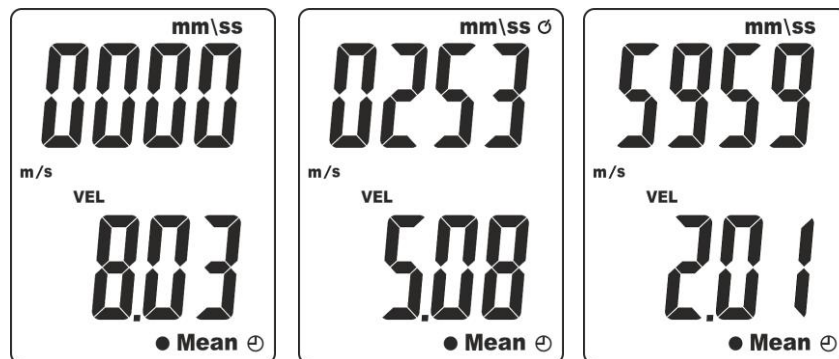

Fig. 9: Valeur moyenne de la vitesse calculée dans le temps
5. Presser longuement (>2s) la touche **MEAN**. Les symboles "Mean" et "⊕" et la vitesse de l'air sont respectivement affichés dans la partie basse de l'écran et sur l'écran secondaire tandis que les symboles "0000" et "mm/ss" (Temporisateur exprimé en minutes/secondes) sont affichés dans l'écran principal (voir Fig. 9 – partie gauche)
6. Appuyer sur la touche **ENT** pour activer le temps de mesure (Echelle: **1s ÷ 59min, 59sec**) indiqué sur l'écran principal tandis que la vitesse de l'air est toujours en exécution (voir Fig. 9 – partie centrale renvoyant à un temps de mesure de 2min et 53s)
8. Appuyer sur la touche **MEAN** pour terminer la mesure. Les symboles "Mean" et "⊕" clignotent à l'écran et la valeur de la moyenne arithmétique calculé sur la durée mesurée sur les valeurs enregistrées avec un intervalle d'échantillonnage fixe de 1s est affichée sur l'écran secondaire (voir Fig. 9 – partie droite)
9. Pour mesurer le temps de plus de **20 minutes** (voir Fig. 9 – partie droite), il est nécessaire de désactiver l'arrêt automatique de l'instrument (voir § 4.4)